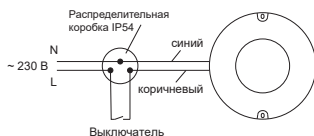
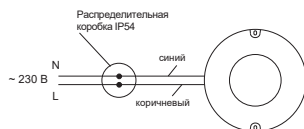

Рисунок 2 - Подключение светильника
Рисунок 3 - Подключение светильника с датчиком
4.1 Подключение светильника к сети 230 В~ (рисунок 2) производить через распределительную коробку IP54 (не входит в комплект поставки) к контактным зажимам светильника, согласно маркировке:
- зажим (L) – подключение фазы;
- зажим (N) – подключение нейтрали.
4.2 Светильник с датчиком движения подключать к сети 230 В~ в соответствии с 4.1. Светильник с датчиком движения не предназначен для подключения к электрической цепи с выключателем (рисунок 3).